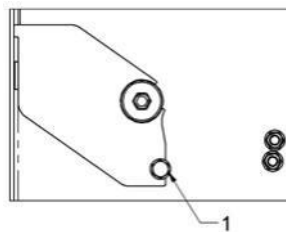

Bild 8. Skyddsplatta, låst läge, bortplockning av bult.
Ta bort M12 skruven (1) från skyddsplåten som sitter på vänster sida på den mittersta chassiväggen som visas i Bild 8.